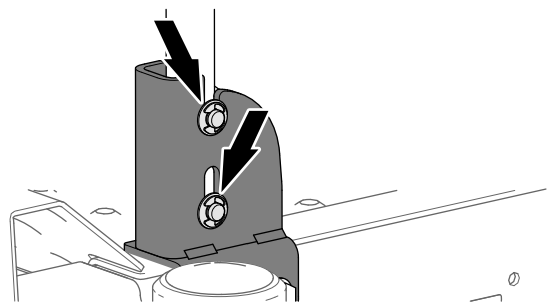

Bild 18
3. Stellen Sie sicher, dass der Stützgriff vollständig in den Langlöchern der Halterung einrastet, wie in Bild 18 abgebildet.